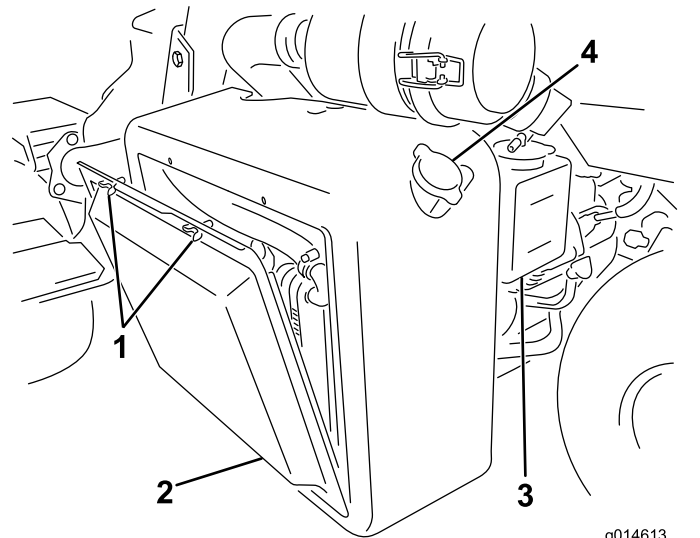

Bild 56
1. Entfernen Sie das Gitter (Bild 56).